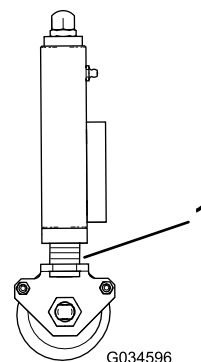

**Figura 27**
2. Assicuratevi che tutti gli apparati di taglio siano impostati alla stessa altezza di taglio, facendo riferimento agli anelli indicatori (Figura 27).